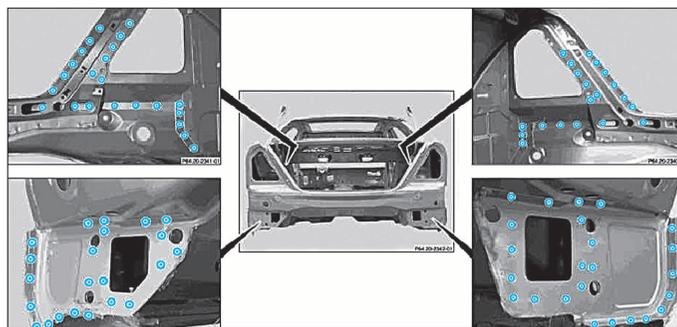

FIG. 91
- Fraiser les points de soudure (Fig.91).